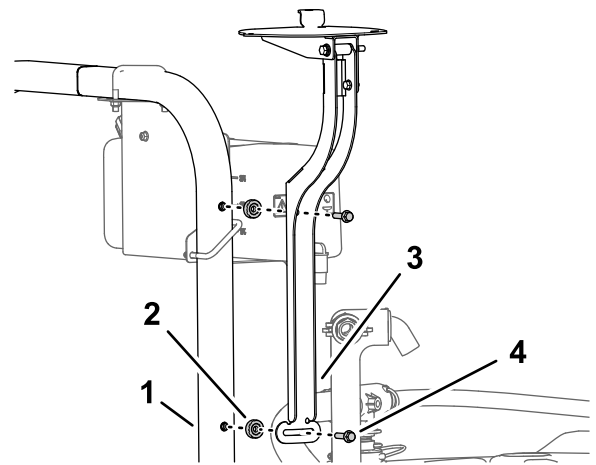

Figura 156
- Monte el soporte del receptor y el espaciador (3/8" x 7/16") en la barra antivuelco con el perno con arandela prensada (3/8" x 1 1/2"), según se muestra en Figura 156.